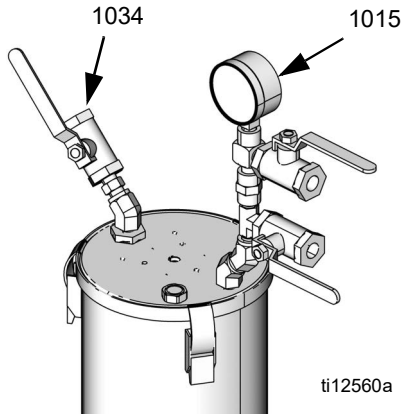

ABB. 7
HINWEIS: Dieses Verfahren eignet sich für Baugruppen mit Vakuumbaumverteiler und ohne Rührwerk oder Nachfüllautomatik. Siehe ABB. 7.
**HINWEIS:** Dieses Verfahren eignet sich für Baugruppen mit Vakuumbaumverteiler, Rührwerk und automatisches Nachfüllen. Teilenummern, siehe ABB. 7 auf Seite 21.